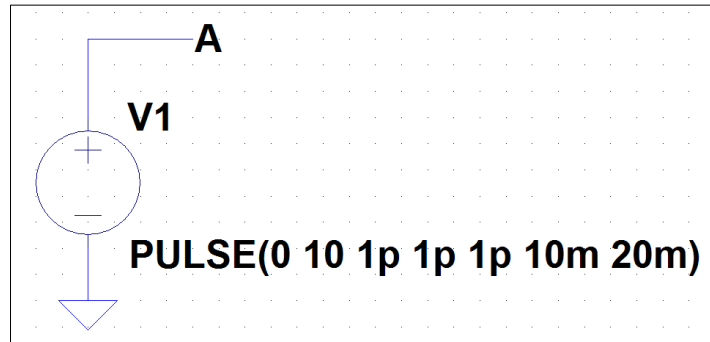
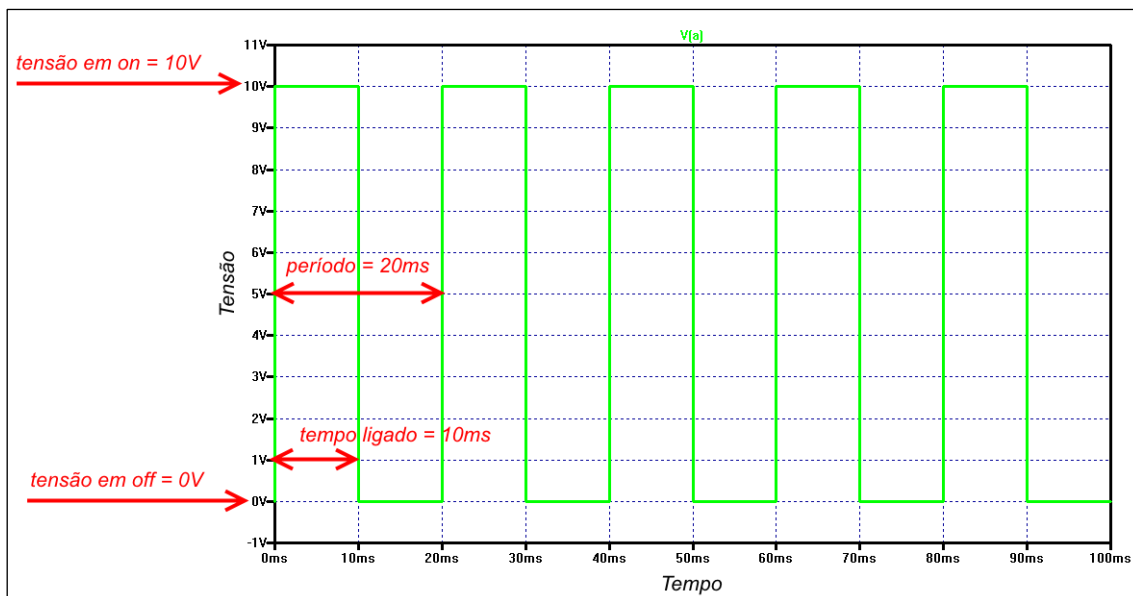

Figura 20 - Fonte de tensão configurada conforme exemplo 3
Figura 21 - Sinal da fonte do exemplo 3 medido no simulador
*Exemplo 3: a Figura 20 mostra uma fonte de tensão configurada com sinal de onda quadrada de **tensão 10V em on, 0V em off, tempo de atraso 1ps, tempo de subida 1ps, tempo de descida 1ps, tempo ligado 10ms e período de 20ms**. Já a Figura 21 ilustra esse sinal medido pelo simulador.